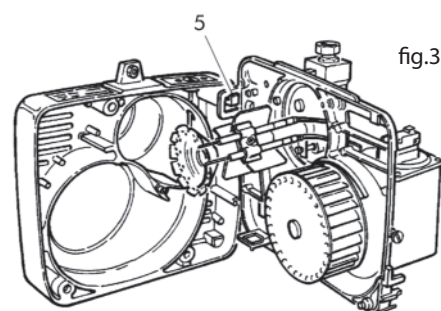

fig.3
- Enganchen la placa portacomponentes en la posición de servicio 5 y efectúen el mantenimiento en el cabezal de combustión (fig.3).